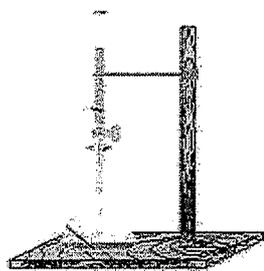

Figura 6.1. Montagem do sistema para calibração da bureta
- d- Fixar a bureta em um suporte universal com a graduação voltada para o operador, Figura 6.1.